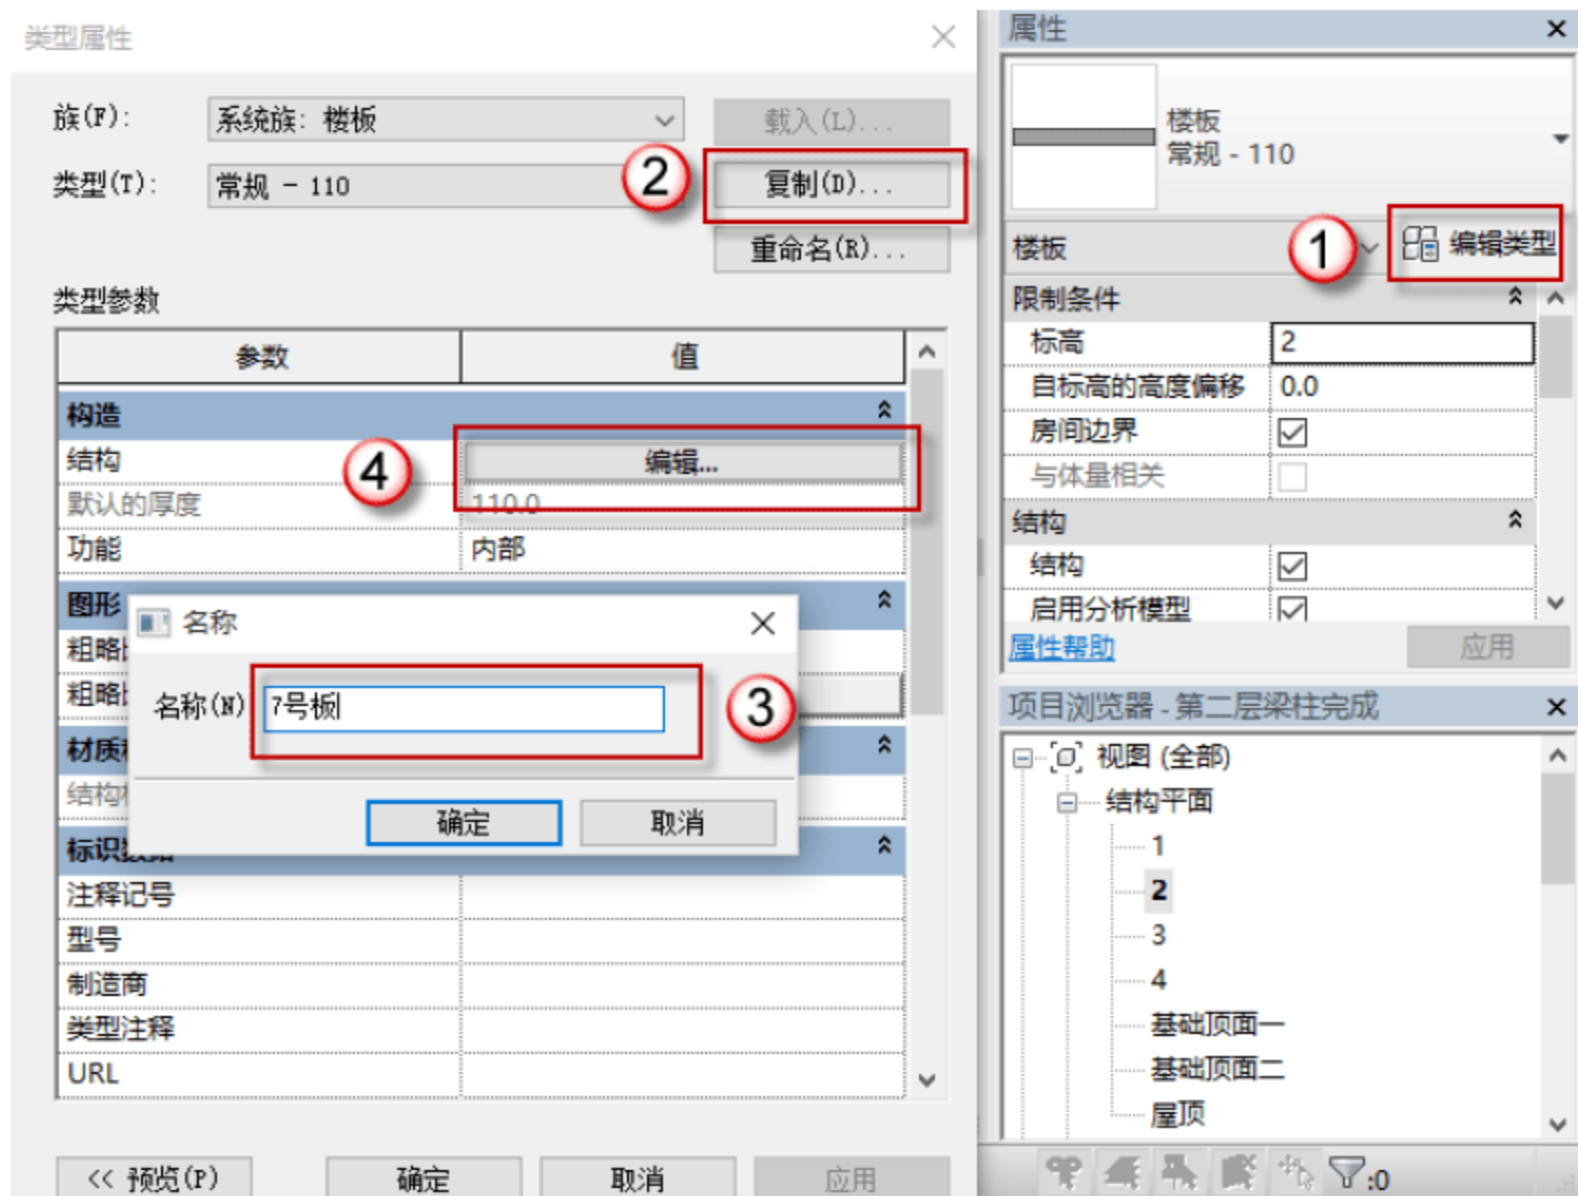

图 3.2.69 设置 7 号板参数
(15) 设置 7 号板参数，按快捷键 S+B，进入编辑模式，单击“编辑类型”按钮，在弹出的对话框中单击“复制”按钮，在弹出的对话框中命名板号，单击“确定”按钮。单击“编辑”按钮，设置参数，将板厚设置为 110，如图 3.2.69 所示。